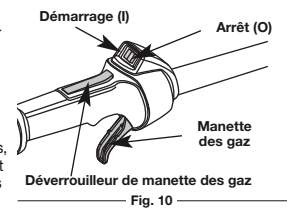

Fig. 10
- Mettez la commande Marche/Arrêt en position MARCHE (I) (Fig. 10).